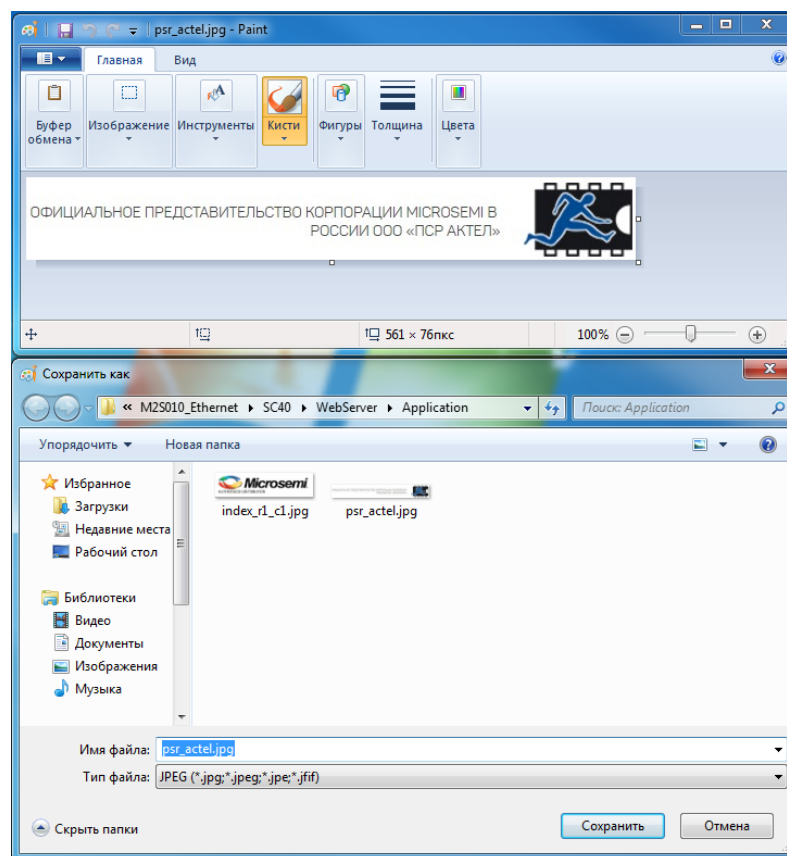

Рис. 37.
- 1) Создать требуемое изображение в каком-либо графическом редакторе и сохранить его в формате jpg (рис. 37);